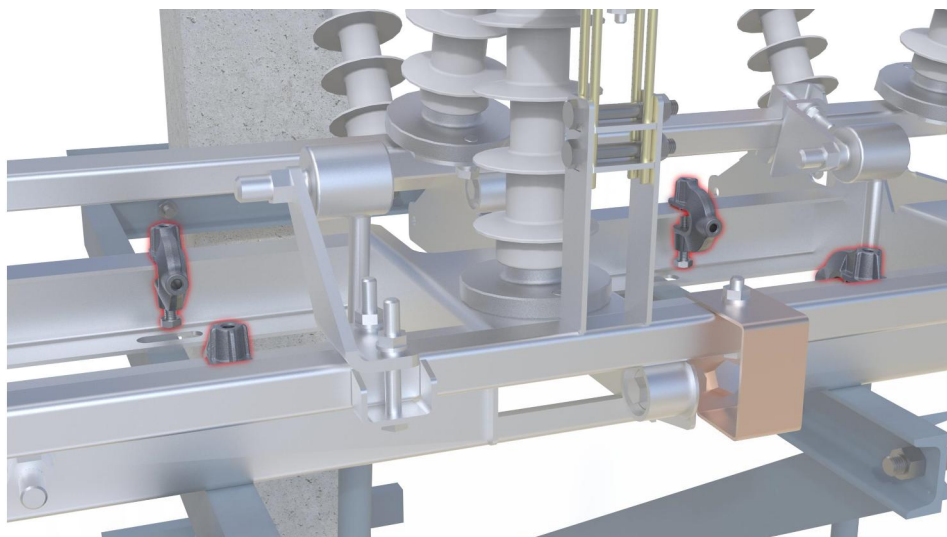

Рис. 5. Расположение струбцин на раме РЛК
3.1. Установить струбцины на раму РЛК (рис. 5, 6), завернуть винты струбцин с усилием предварительной затяжки (от руки). При этом зажимные винты окончательно не затягивать.